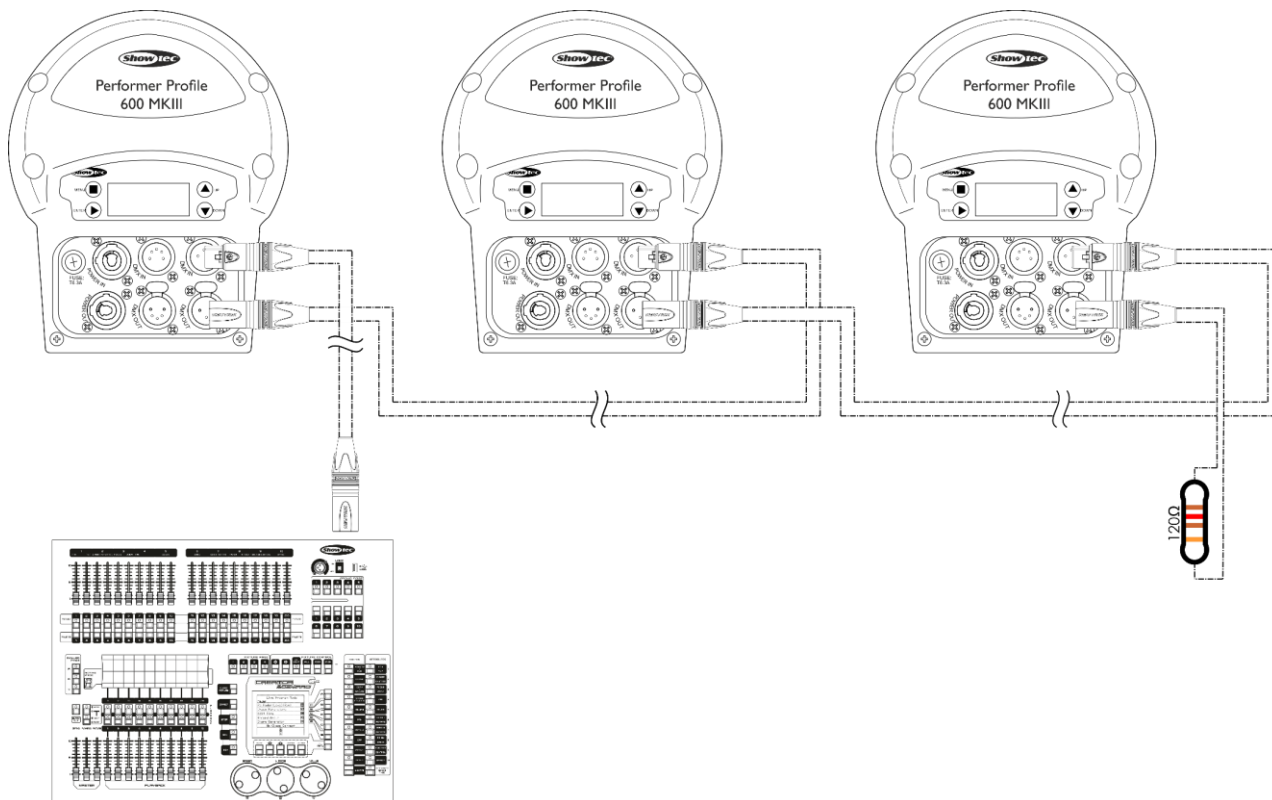

Abb. 12
- 04) Verbinden Sie die Geräte wie in Abb. 12 abgebildet. Schließen Sie den DMX-Ausgang des ersten Geräts mit einem DMX-Kabel an den Eingang des zweiten Geräts an. Wiederholen Sie diesen Vorgang, um das zweite und dritte Gerät ebenfalls anzuschließen.